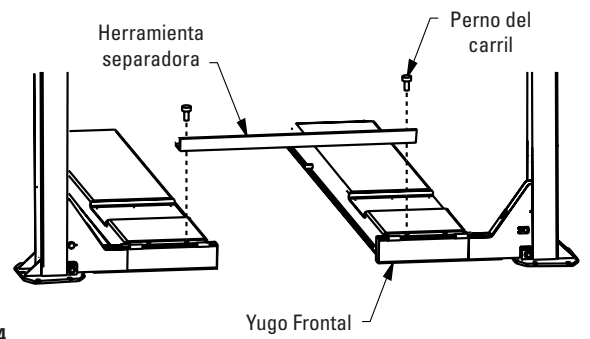

Fig. 14
- A. Adaptación de los carriles. Instale la barra espaciadora y los pernos, para ayudar a mantener la separación entre los carriles, Fig. 14. Ajuste los carriles hasta que los diagonales sean iguales. Verifique la ubicación del elevador en el área de servicio. Verifique las dimensiones de lado a lado, deben ser iguales a 1/8" (3mm), Fig. 15.